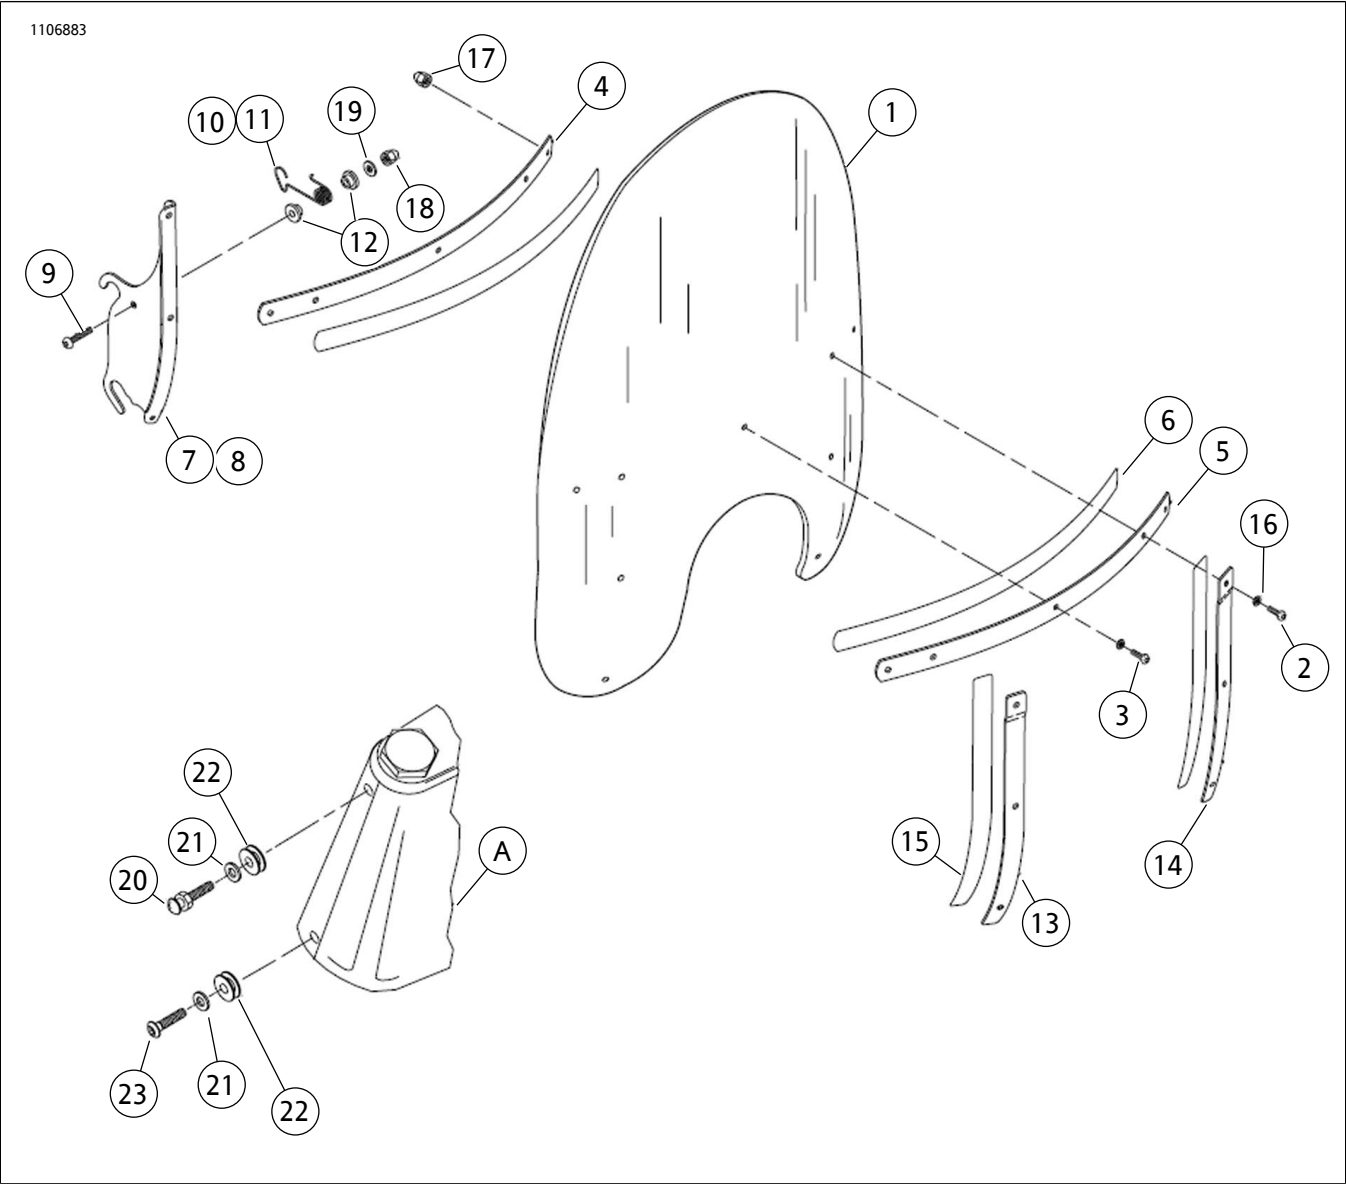

图1。维修零件：挡风玻璃套件
参见图1、和表1。
2. 参见图1。使用垫圈(21)和蘑菇头螺丝(20)固定上部对接衬套(22)。在螺丝的螺纹上涂抹LOCTITE 242 MEDIUM STRENGTH THREADLOCKER ADHESIVE (BLUE)(乐泰242中强度螺纹锁固剂(蓝色)) (Loctite 242)。拧紧。25.8 N·m (19 ft-lbs)